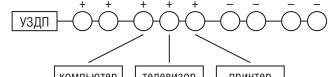

Рис. 7. Недостаток зоны обслуживания (пример).
8.4.4. Если срабатывание не происходит, значит, подключенная розетка не входит в зону функционирования. При недостаточной охвате защищаемой цепи зоны обслуживания могут быть приняты дополнительные меры к ее расширению. В типичном случае недостаточно сильный сигнал от искрения (и, соответственно, от СРЕДСТВА КОНТРОЛЯ) может исходить из розеток, следующих по цепи за розетками, к которым подключены потребители с импульсными источниками питания (компьютеры, телевизоры, цифровые приемники, импульсные трансформаторы для питания галогенных ламп и т.п.), ослабляющие сигнал (см. Рис. 7).